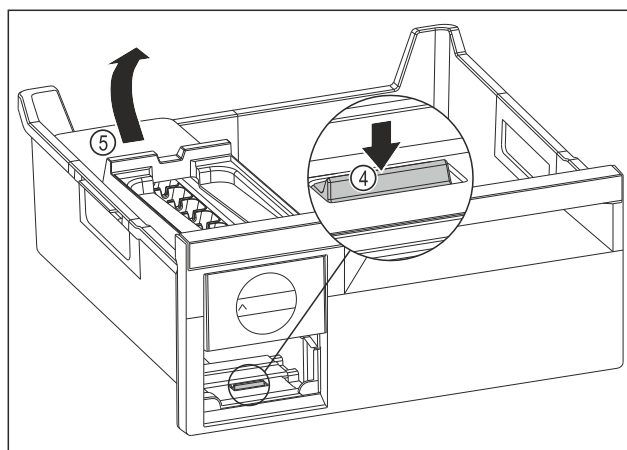

Fig. 183
- Retirer le corps de l'EasyTwist-Ice : Avec le doigt, pousser la languette Fig. 183 (4) vers le bas tout en soulevant de l'autre main le corps de l'EasyTwist-Ice Fig. 183 (5) depuis l'arrière.